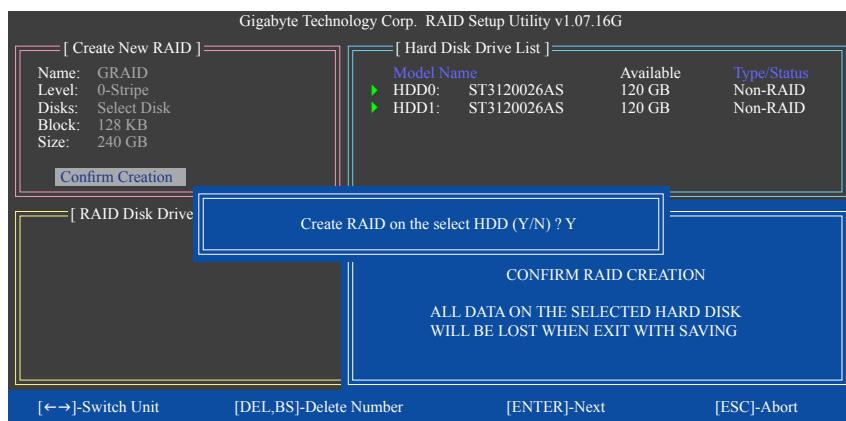

Figure 7
- Confirmer la création** : Une fois que tous les éléments ci-dessus ont été configurés, la barre de sélection ira automatiquement sur l'élément **Confirm Creation**. Appuyez sur <Enter>. Lorsqu'on vous demande de confirmer votre sélection (Figure 7), appuyez sur <Y> pour confirmer ou sur <N> pour annuler.